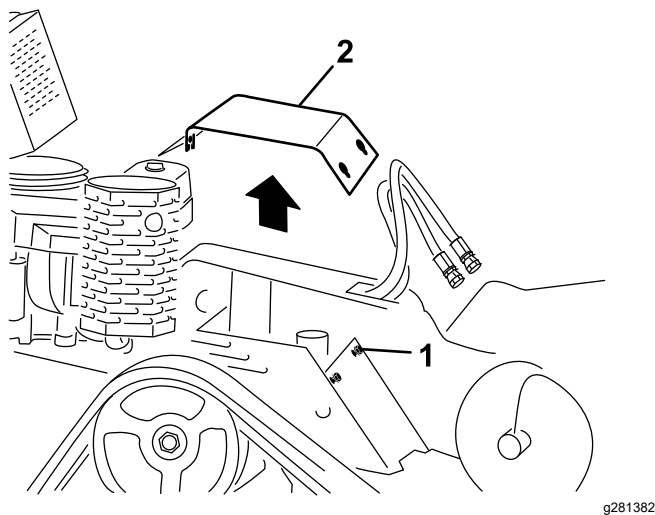

Figure 24
4. Desserrez l'un après l'autre les 3 boulons qui fixent le capot de protection au cadre jusqu'à ce que le capot se détache (Figure 24).
1. Boulon (3) 2. Capot de protection
6. Pour monter le capot de protection avant d'utiliser la machine, glissez-le en place et fixez-le avec les 3 boulons retirés précédemment (Figure 24).